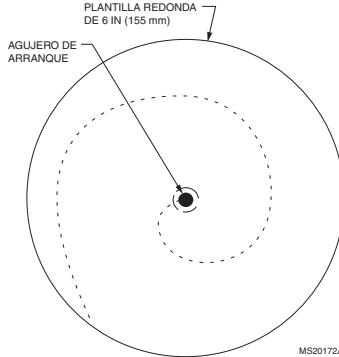

Fig. 6. Corte para la abertura del desviador.
10. Corte cuidadosamente la abertura para el extremo del collarín de arranque de 6 in (155 mm) del conducto flexible. Consulte la Fig. 6. Utilice un taladro para iniciar el corte en la mitad del círculo. Corte en forma de espiral hacia afuera para permitir el control del corte.